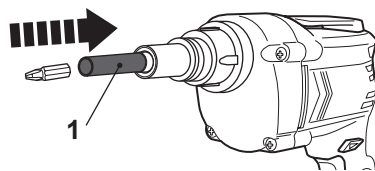

Fig. 2
- > Inserte una punta de atornillado adecuada en el portapuntas (1) (Fig. 2).